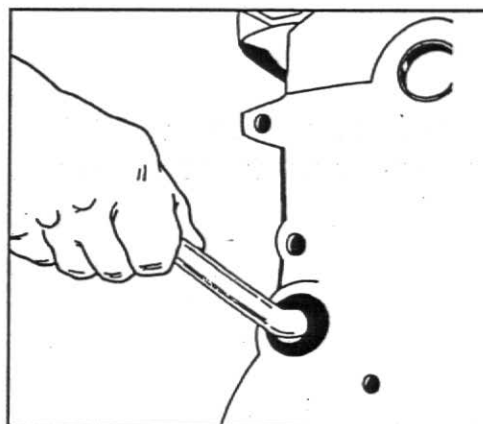

Fig. 2
1. Remova o bujão traseiro da galeria do óleo, fig.2.